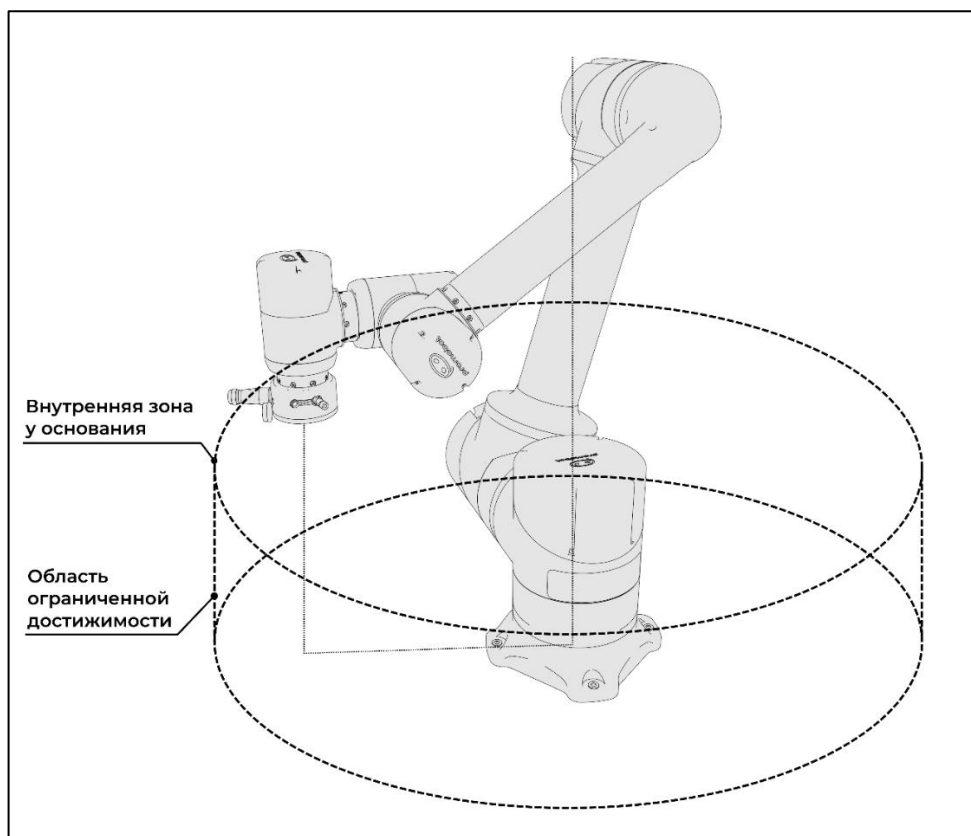

Рисунок I-32 – Сингулярность внутренней зоны у основания
- сингулярность внутренней зоны у основания (см. Рисунок I-32) – возникает при работе вблизи оси основания манипулятора, в том числе при перемещениях непосредственно над или под основанием, когда часть поз и ориентаций становится недостижимой или требует резкого перераспределения движений по суставам;